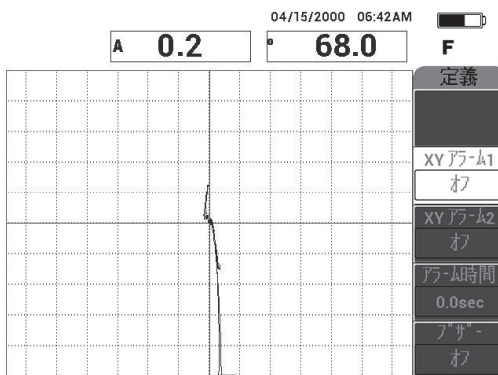

図 6-32 剥離部と修理済みエリアのスキャン
6. 剥離部と修理済みエリアをゆっくりとスキャンして、フリーズキー (❄) を押します (155 ページの図 6-32 参照)。